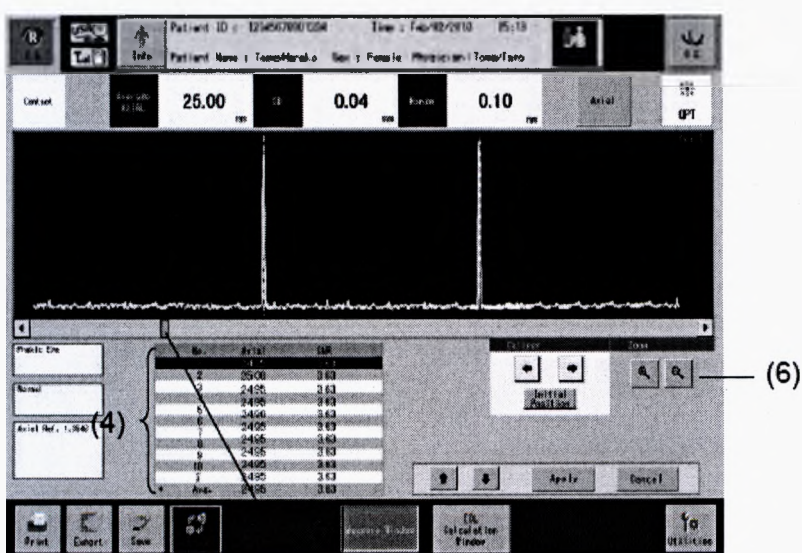

Рис. 2
- Используйте кнопки перемещения курсора (1) для передвижения курсора (2) на те данные, которые следует измерить.
- Коснитесь кнопки "Caliper" (3), чтобы открыть окно калипера (Рис. 2).